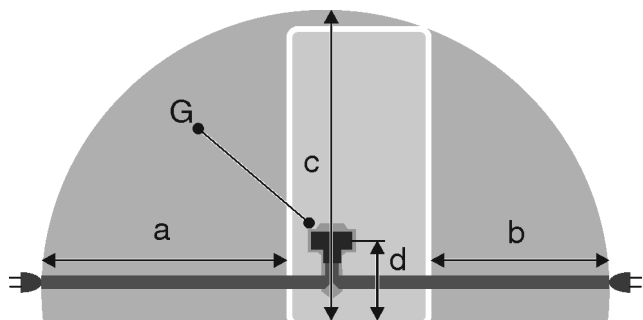

Fig. 25
- Zásuvka leží mimo oblast zadní stěny spotřebiče v dané oblasti Fig. 25 (a, b, c).
- ▶ Zástrčku spotřebiče Fig. 25 (G) zastrčte na zadní straně spotřebiče. Dávejte pozor na správné zaklesnutí.